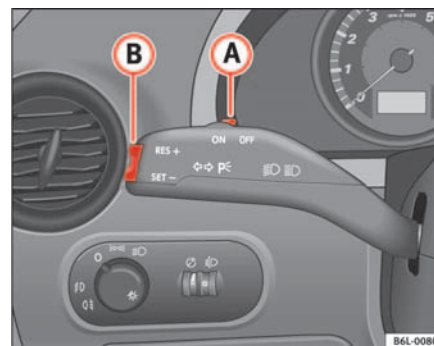

Fig. 100 Levier des clignotants et de l'inverseur-codes : commandes du régulateur de vitesse
- Appuyez sur la partie supérieure **RES+** de la commande à bascule ⇒ fig. 100 **A** pour augmenter la vitesse. Tant que vous maintenez enfoncée la commande à bascule, le véhicule accélère. Lorsque vous lâchez la commande à bascule, la nouvelle vitesse est mémorisée.
⇒ page 145, fig. 100 **A**.